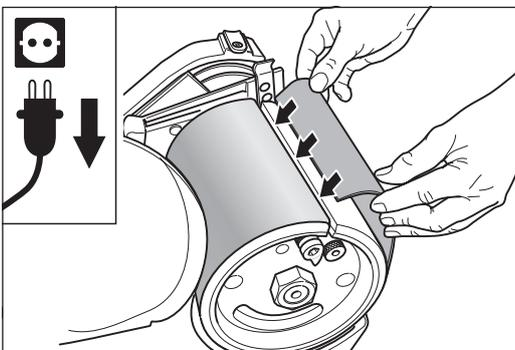

Abb. 26 Den neuen Schleifmittelbogen sorgfältig einlegen.
- 9 Legen Sie das neue Schleifmittel gleichmäßig um die Schleifwalze und stecken Sie die Enden in den Papierspannschlitz der Schleifwalze (Abb. 26).